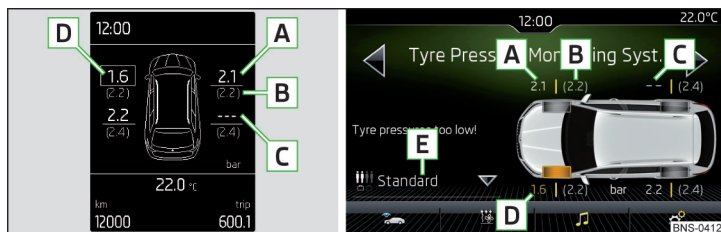

Fig. 315 Exemple d'affichage sur l'écran du tableau de bord / Paramètres Infotainment
Écran/Affichage » fig. 315
- Dans l'élément de menu *Contrôle de la pression des pneus*, appuyer sur la touche de fonction  » fig. 315.